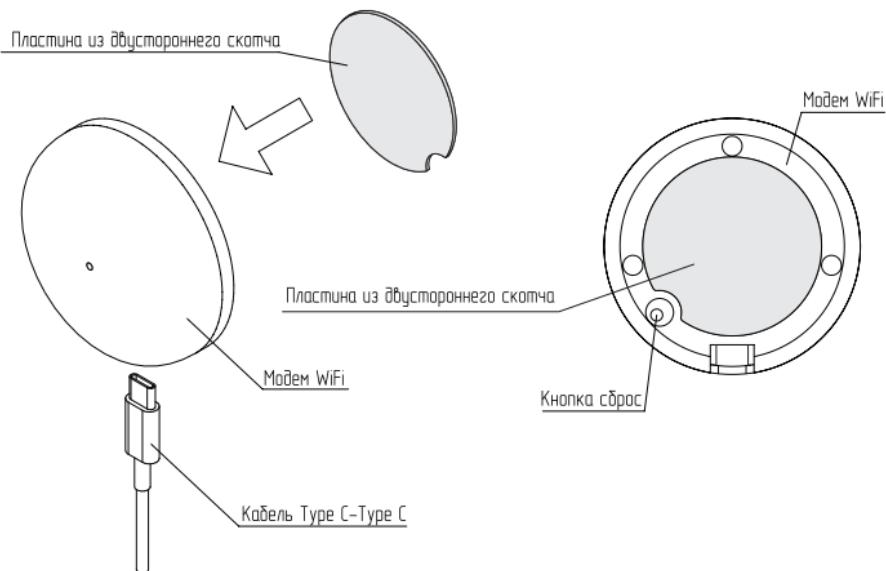

Рис.2 Монтаж модуля STOUT STATUS WiFi
3. Приклейте пластинку липкой стороной на ровную поверхность модема таким образом, чтобы выемка совмещалась с контуром кнопки сброса (см. Рис.2). Хорошо прижмите пластинку на несколько секунд для надежного приклеивания;